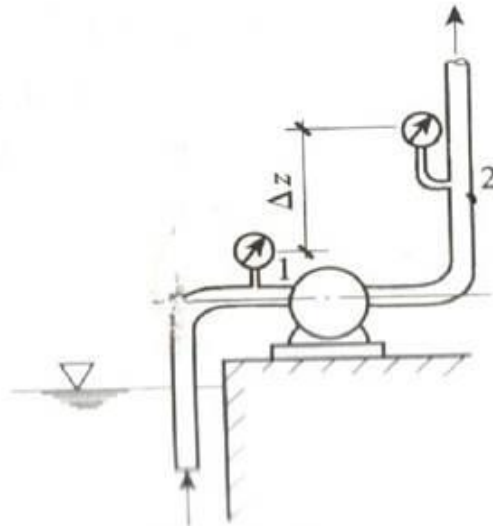

图 3 水泵
- 3 如图 3 水泵的进口管直径  $d_1=100\text{mm}$ ，断面 1 的真空计读数为  $300\text{mmHg}$ ，出口管直径  $d_2=50\text{mm}$ ，断面 2 的压力计读数为  $29.4\text{KN/m}^2$ ，两仪表的高差  $\Delta Z=0.3\text{m}$ ，管路内流量  $Q=10\text{L/s}$ ，不计水头损失，求水泵所提供的扬程和功率。